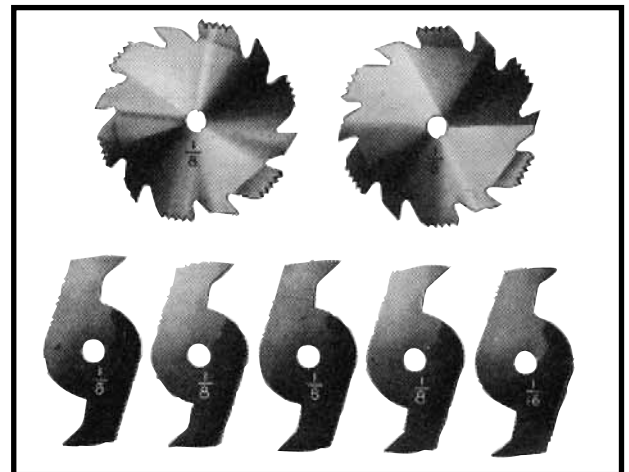
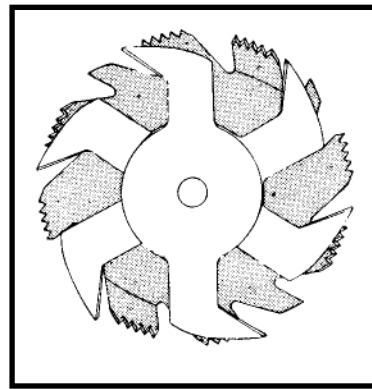
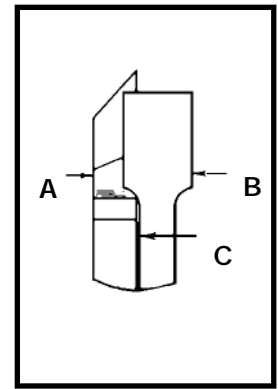

Fig. S17
Fig. S18
Fig. S19
1. Cortar ranuras consiste en realizar un rebajo o surco ancho en la pieza de trabajo. La mayoría de los juegos de cabezales para ranuras están compuestos de dos sierras externas y cuatro o cinco cuchillas internas, (Fig. S17). Se utilizan diversas combinaciones de sierras y cuchillas para cortar ranuras desde 3,17 mm (1/8") hasta 20,63 mm (13/16") para la instalación de estantes y la realización de uniones, espigas, ranuras, etc. Las cuchillas son muy dentadas y deben estar dispuestas de tal modo que Los dientes no se golpeen entre sí durante la rotación. La parte pesada de las cuchillas debe caer dentro de los pasos de las sierras externas, como muestra la Fig. S18. La superposición de la sierra y la cuchilla se distingue en la Fig. S19, siendo (A) la sierra externa, (B) una cuchilla interna y (C) una arandela o arandelas de papel, usadas según sea necesario para controlar el ancho exacto de la ranura. Para cortar una ranura de 6,35 mm (1/4") se utilizan dos sierras externas. Los dientes de las sierras deben estar ubicados de manera que el rastrillador de una sierra quede junto a los dientes de corte de la otra sierra.